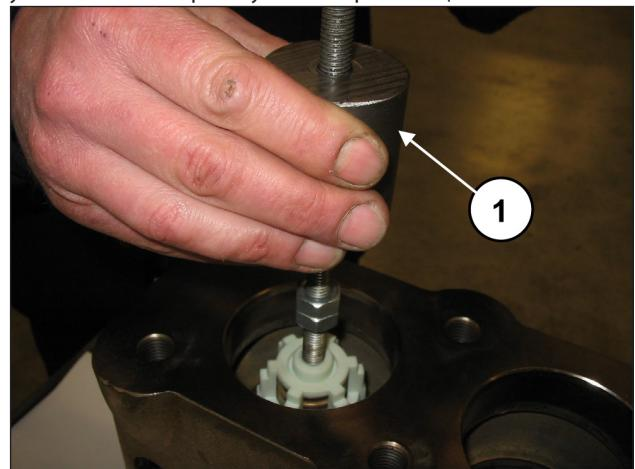

Рис. 110
Извлеките блок нагнетательного клапана с помощью съемника с ударной массой (арт. 27516400), вставив его в отверстие M10 направляющей клапана (поз. ①, Рис. 110), или, в дополнение, переходника M10-M16 (арт. 25089700), установив его на резьбу M16 направляющей клапана.